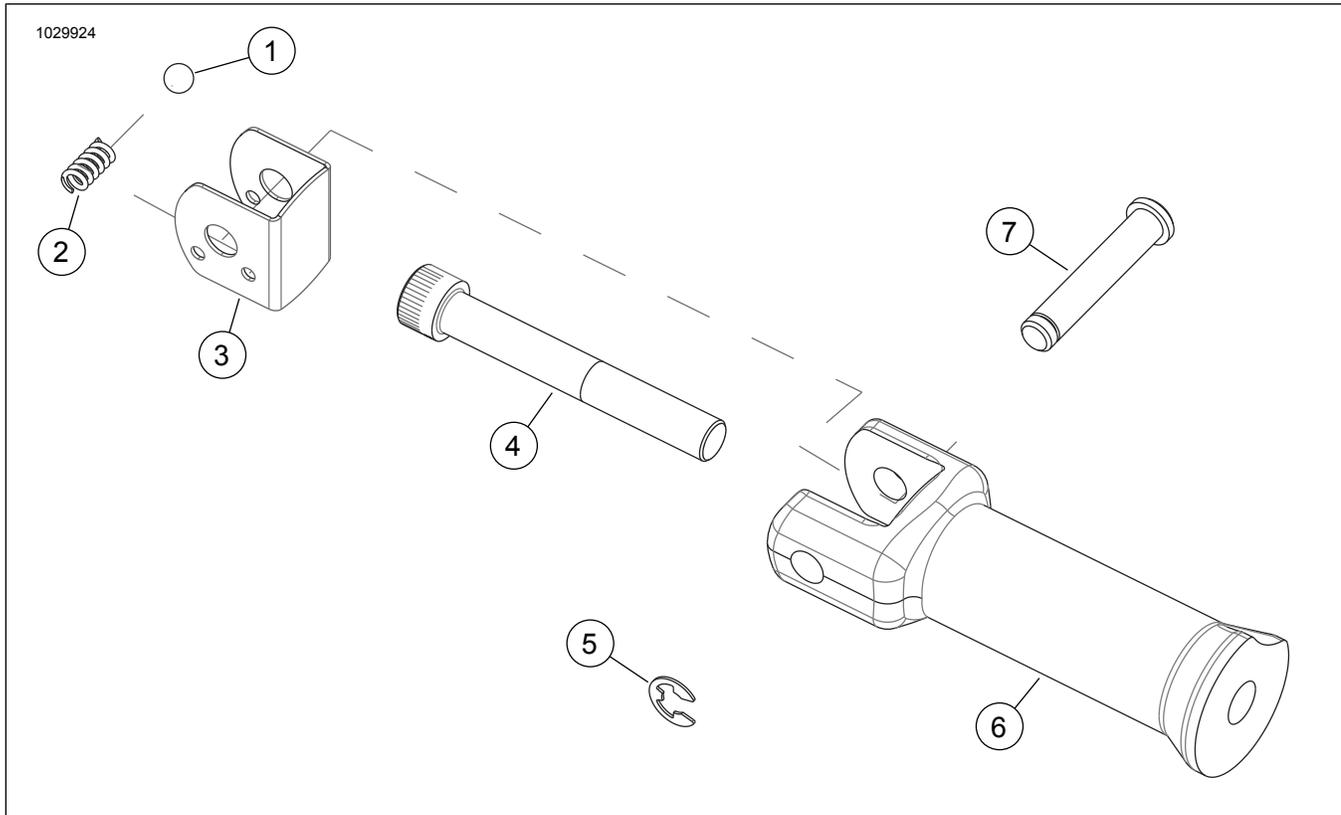

Figura 2. Piezas de servicio, Kit de montaje del taco apoyapiés del pasajero
Vea Figura 2 y Consulte la Tabla 1.
Vea Figura 2 . Coloque el soporte del taco apoyapiés (6) en el vehículo. Instale el tornillo de casquete con cabeza de casquillo (4) a través del taco apoyapiés y en el agujero roscado de la estructura. Ajuste a: